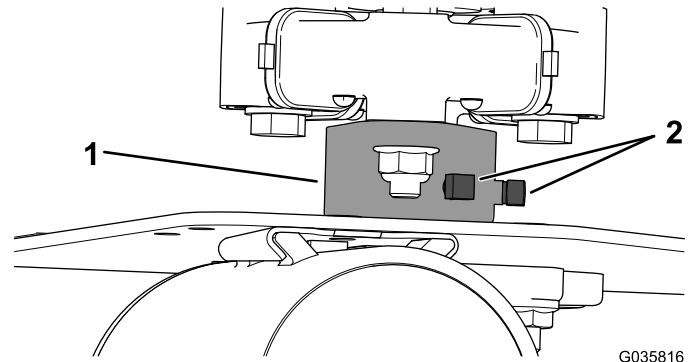

Figure 1
1. Desserrez les 2 vis sur le moyeu de la pompe hydraulique (Figure 1).